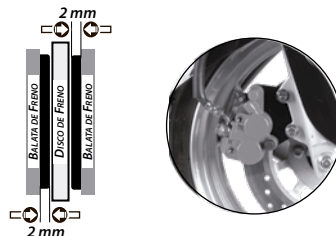

Imagen 16. Desgaste del freno delantero.
2. Revisar el nivel de desgaste de las balatas del freno delantero. Ver imagen 16.